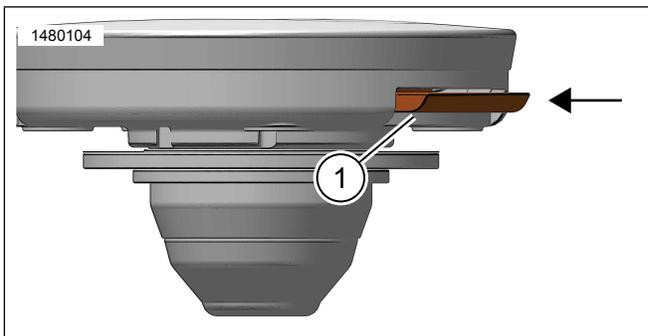

Figure 8. Languette de blocage
- Voir la figure 8. Utiliser un tournevis ou un autre outil, appuyer complètement sur la languette de verrouillage (1) pour bien placer le cylindre de verrouillage.